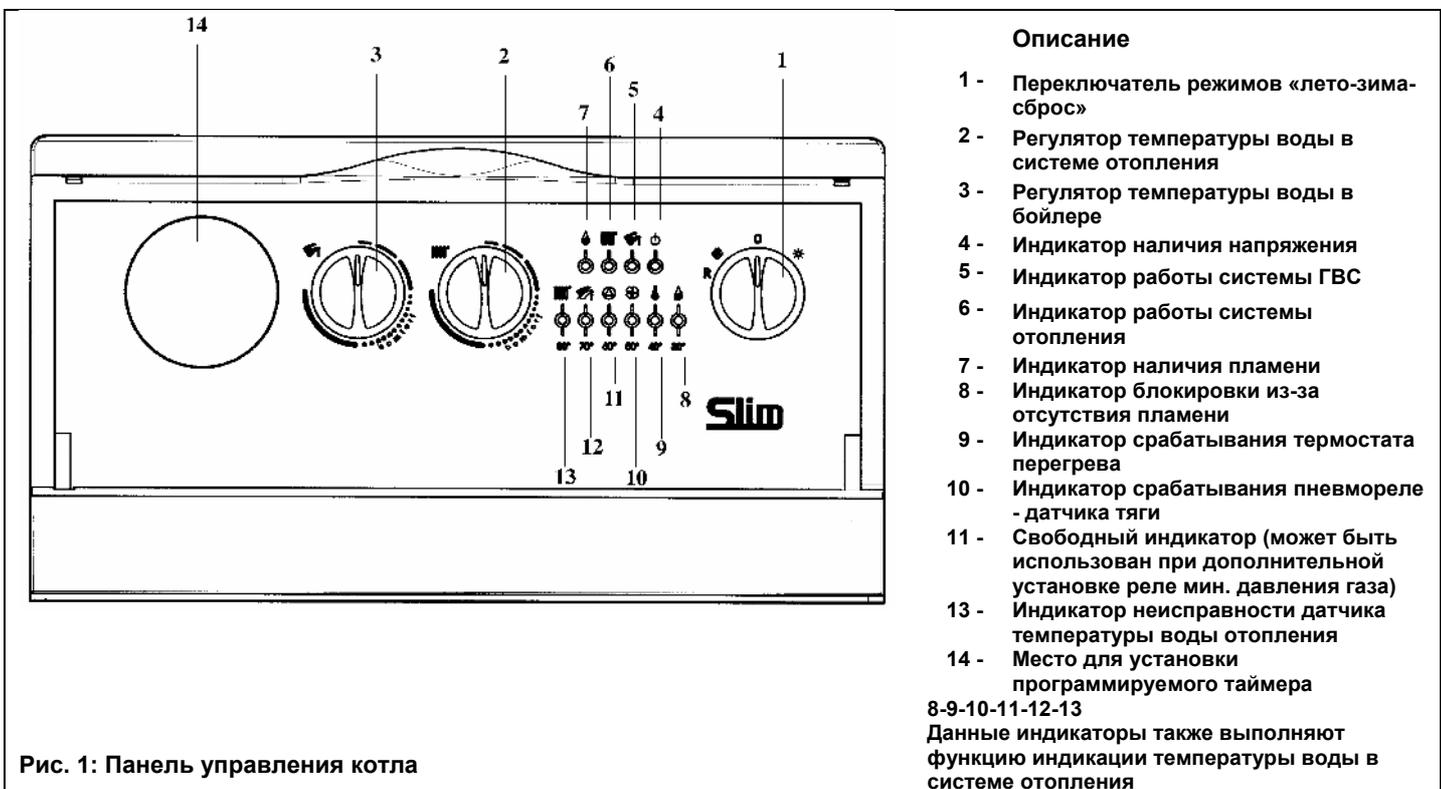

Рис. 1: Панель управления котла
- установить переключатель режимов «лето - зима» (рис. 1, позиция 1) в режим «зима» ❄️;
- установить регулятор температуры воды в системе отопления (рис. 1, позиция 2) на нужное значение.
Важная информация: при переключателе режимов «лето - зима» (рис. 1, позиция 1), установленном в положении «зима» ❄️, перед каждым очередным включением котла по сигналу регулятора системы отопления установлена задержка на несколько минут (для того чтобы избежать частых включений/выключений). Для того чтобы горелка включилась сразу, переведите переключатель в положение (0), а затем снова установите режим «зима».
Внимание! При первом включении внутри трубы подачи газа могут образоваться воздушные пробки. В таких случаях горелка не будет включаться и произойдет блокировка котла по газу (загорается красная лампочка блокировки котла - рис. 1, позиция 8). При возникновении данной проблемы повторите процесс включения котла до поступления газа в горелку, кратковременно установив перед включением переключатель режимов (рис. 1, позиция 1) в положение R (сброс).
Регулятор температуры воды в бойлере (рис. 1, поз. 3) может использоваться только при наличии накопительного бойлера. В этом случае возможно отрегулировать температуру воды контура ГВС, установив регулятор на нужное значение.
Приоритет ГВС можно отключить установив регулятор (рис. 1, поз. 3) на минимальное значение в соответствии с функцией защиты от замерзания воды в бойлере.
Данное устройство может быть снабжено комнатным термостатом для контроля температуры отапливаемого помещения. В этом случае регулятор температуры воды в системе отопления (рис.1, поз. 2) устанавливается в максимальное положение, а сигналы на включение и выключение котла поступают от комнатного термостата.
При отсутствии комнатного термостата температура помещения регулируется косвенным образом при помощи регулятора температуры воды в системе отопления (рис.1, поз. 2); при таких условиях насос системы отопления работает постоянно. Для увеличения температуры повернуть регулятор по часовой стрелке, для уменьшения - против часовой стрелки.
- Установить переключатель режимов (рис. 1, поз. 1) в положение (0), проследив, чтобы лампочка-индикатор (рис. 1, позиция 2) погасла; таким образом прекращается подача электричества на котел.
- переключатель режимов (рис.1, позиция 1) не установлен в положение (0);